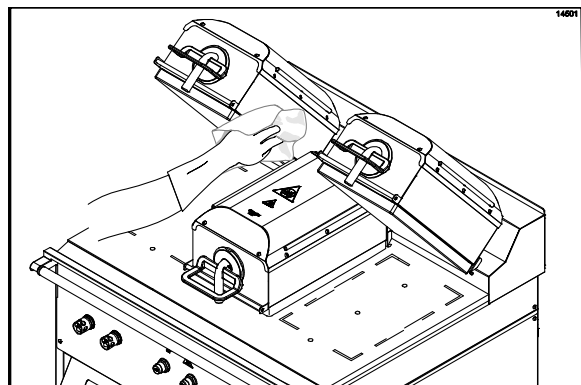

Figure 64
35. Rincer les bords intérieurs des plaques de droite et de gauche avec un chiffon gril propre et trempé dans de l'aseptisant (Cf. Figure 64).